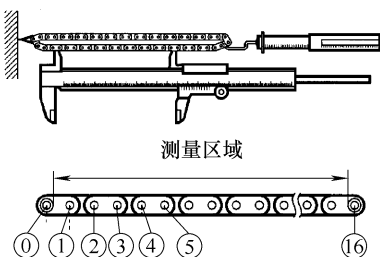

图 1-217 测量正时链的长度
1) 检查链条分总成。用弹簧秤在正时链条上施加 140N(14.3kgf, 31.5lbf) 的力，然后测量其长度，如图 1-217 所示。